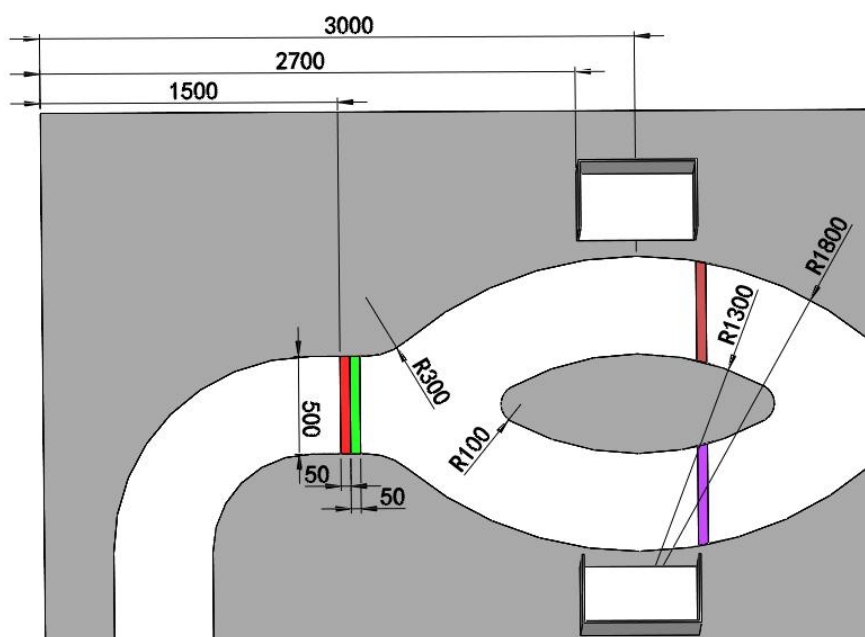

图 7 分岔路标识示意图（单位：mm）
2.分岔路：如图 7 所示，距离比赛场地边沿 1500mm 处印有 $500 \times 100\text{mm}$ 的红绿色带，红色和绿色色带宽度均为 50mm。